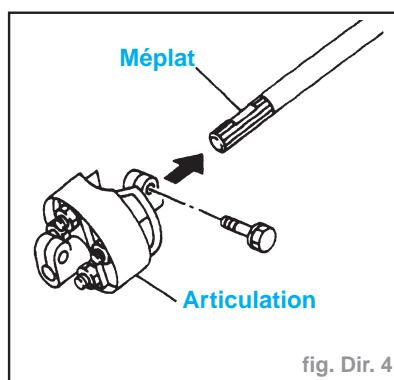

fig. Dir. 4
- Lors du raccordement de l'articulation, veiller à ce que le boulon de serrage soit face au méplat (fig. Dir. 4).